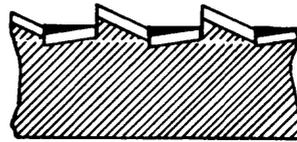

Fig. 4
Los dientes están trabados, o sea, inclinados lateralmente y en forma alternada a un lado y a otro, (fig. 4), a fin de que la lámina pueda deslizarse sin obstáculos en el material que se está cortando (figs. 3 y 4).
- a) El espesor del material por cortar, que no debe ser menor que dos largos de diente (fig. 4).